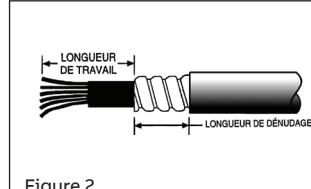

Figure 2
- Lors de la préparation du câble, couper la gaine extérieure afin d'obtenir la longueur d'armure à dénuder selon le tableau (Figure 2).